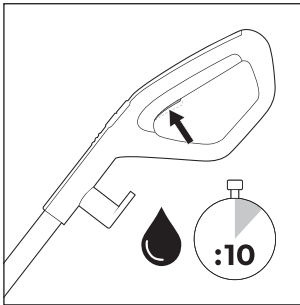
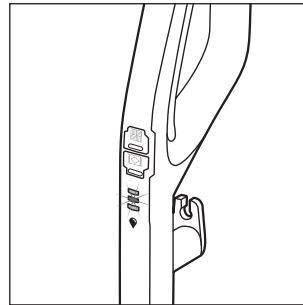

Fig. 18
Fig. 19
- ♦ Avant chaque utilisation, maintenez l'interrupteur solution de nettoyage  **15** appuyé pendant env. 10 secondes, pour que le rouleau brosse **6** soit opérationnel avec la solution de nettoyage (voir fig. 18). Le voyant de solution de nettoyage  **12** clignote en alternance en bleu, lorsque l'interrupteur solution de nettoyage  **15** est maintenu appuyé (v. fig. 19).